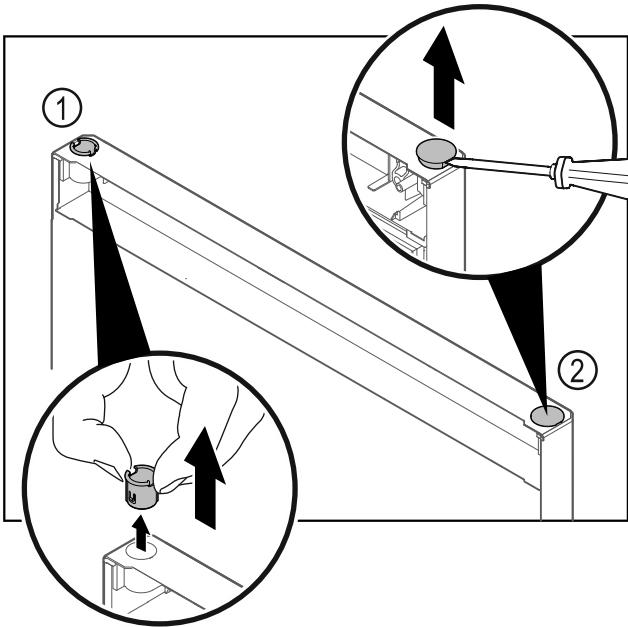

Fig. 28
- ▶ Extragăți bucșa balamalei Fig. 28 (1) cu degetele.
- ▶ Ridicați dopul de acoperire Fig. 28 (2) cu precauție cu o șurubelnită dreaptă și extrageți-l.